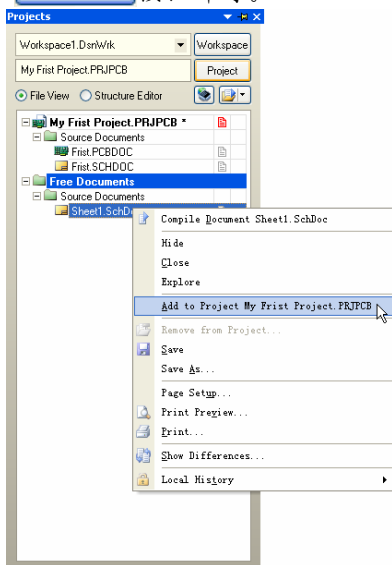

图1-10 执行添加自由文件到设计工程的菜单命令
1. 将鼠标光标移到“Sheet1.SchDoc”文件名上，然后单击鼠标右键，即可弹出如图 1-10 所示的菜单命令。执行菜单命令【Add to Project My First Project.PRJPCB】，即可将“Sheet1.SchDoc”添加到设计工程中。